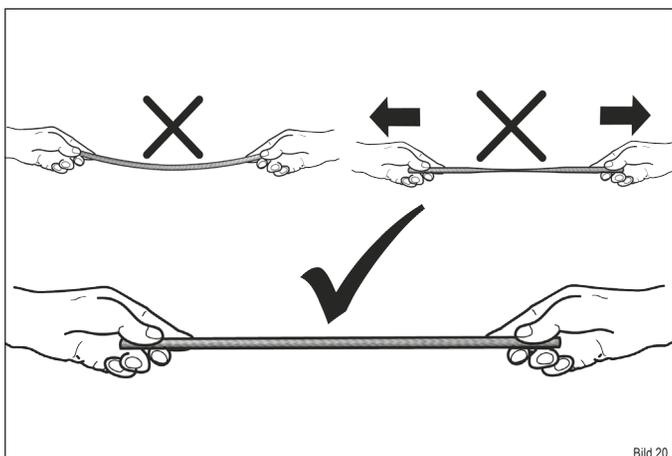

Bild 20
- ▶ **Achten Sie beim Verlegen der Dichtung darauf, dass diese nicht durchhängt und leicht gestaut wird (Bild 20).**